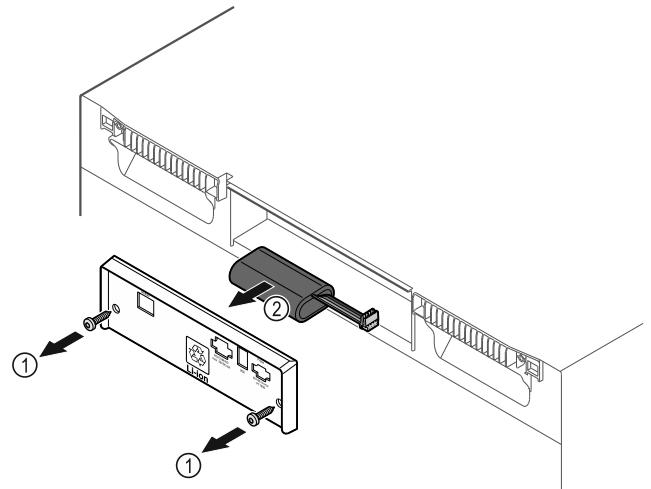

Fig. 229
- ▶ Odvrnite vijke i skinite pokrov sa stražnje strane uređaja Fig. 229 (1).
- ▶ Iskopčajte i izvadite bateriju Fig. 229 (2).